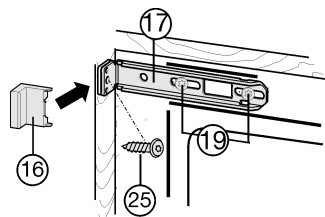

Fig. 17
- ▶ Desserrer un peu les vis Fig. 17 (19).
- ▶ Visser l'étrier Fig. 17 (17) supérieur à l'aide d'une vis à panneaux de particules Fig. 17 (25)  $\varnothing 4 \times 19$  sur la paroi du meuble.
- ▶ Casser l'extrémité du cache Fig. 17 (16) qui dépasse.
- ▶ Bien serrer les vis Fig. 17 (19).
- ▶ Remettre le cache Fig. 17 (16).